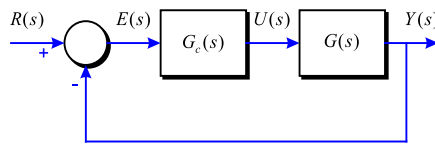

Figura 3-44
**Problema 102** Donat un sistema com el de la Figura 3-44 amb la funció de transferència següent: